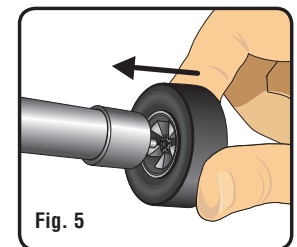

Fig. 5
3. Slide wheel onto pin with outer hub facing Tool (Fig. 5).
3. Faire glisser la roue sur l'épingle, le moyeu extérieur face outil (Fig. 5).